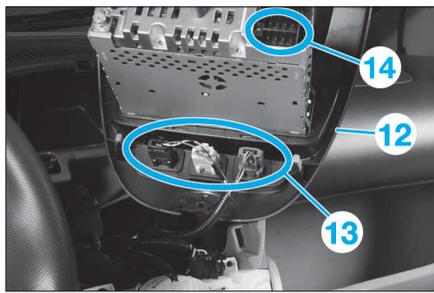

FIG. 47
• Extraire partiellement le sous-ensemble (12) (Fig.47), puis débrancher les connecteurs (13) et (14).